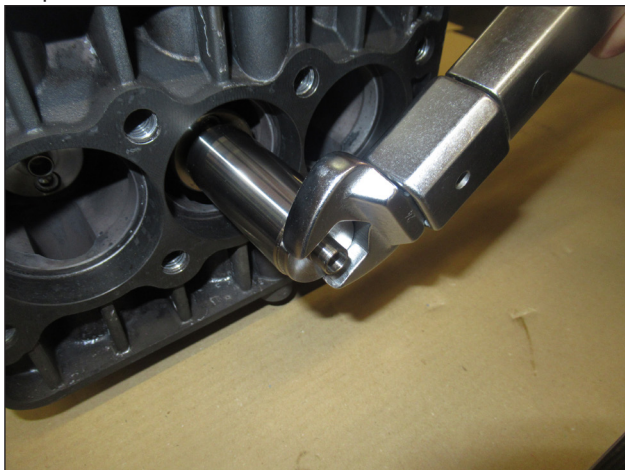

Fig. 32
- A) Monte o espaçador (Fig. 32) e aperte a haste guia do pistão.